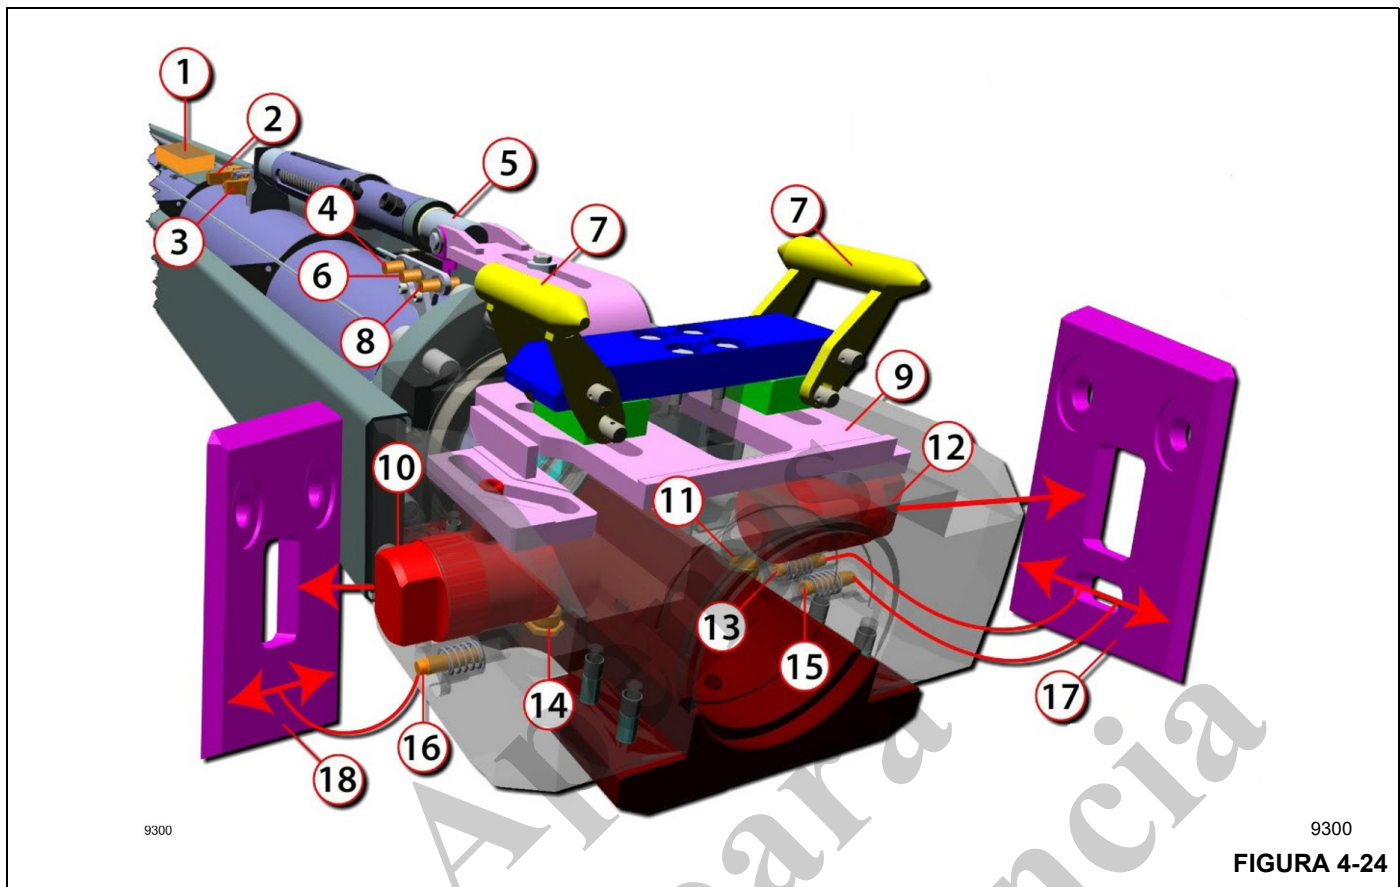

FIGURA 4-24
A Figura 4-24 mostra o layout do projeto do cabeçote de trava mecânica.
A placa de deslizamento (9, Figura 4-24) traz fendas que orientam as extremidades dos pequenos pinos. Os pequenos pinos conectam-se aos componentes que podem retrair e liberar os pinos de travamento da lança fixada. Os pinos do cilindro (10 e 12) conectam-se diretamente aos pequenos pinos e, quando a placa de deslizamento desliza na direção do cilindro telescópico estendendo-se, os pinos do cilindro retraem-se. Os pinos da seção (não mostrados em Figura 4-24) são movidos pelas alavancas borboleta (7). As alavancas borboleta movimentam-se à medida que a placa de deslizamento desliza na outra direção (direção de retração do cilindro telescópico).
Há 3 chaves de proximidade para confirmação da posição do atuador hidráulico (5, Figura 4-24). Elas detectam uma placa-alvo anexa a uma das partes que se movimenta juntamente com a placa de deslizamento. Essas chaves são as seguintes:
ceiro interruptor de proximidade fica do outro lado do cilindro telescópico (16, Figura 4-24). Conforme ocorre nas setas dos itens 17 e 18 em Figura 4-24, quando as chaves S2116N e S2117N estão DESLIGADAS, e o interruptor S2118N está LIGADO, pode-se considerar então que o cilindro telescópico está alinhado à seção da lança. O cilindro telescópico estaria agora na posição correta para conectar-se à seção da lança. Os itens a seguir oferecem a identificação dessas chaves de proximidade:
Item 5, Figura 4-24, indica o atuador hidráulico para o mecanismo de fixação. A função deste atuador é mover a placa de deslizamento em qualquer direção a partir de sua posição neutra. O atuador faz uso da pressão de um tubo trombone (ou tubo de enchimento ou tubo de transferência) no
Há duas válvulas LIGA/DESLIGA (2 e 3, Figura 4-24) que controlam o direcionamento da pressão para o atuador. Essas válvulas são chamadas de Y2130 e Y2131.